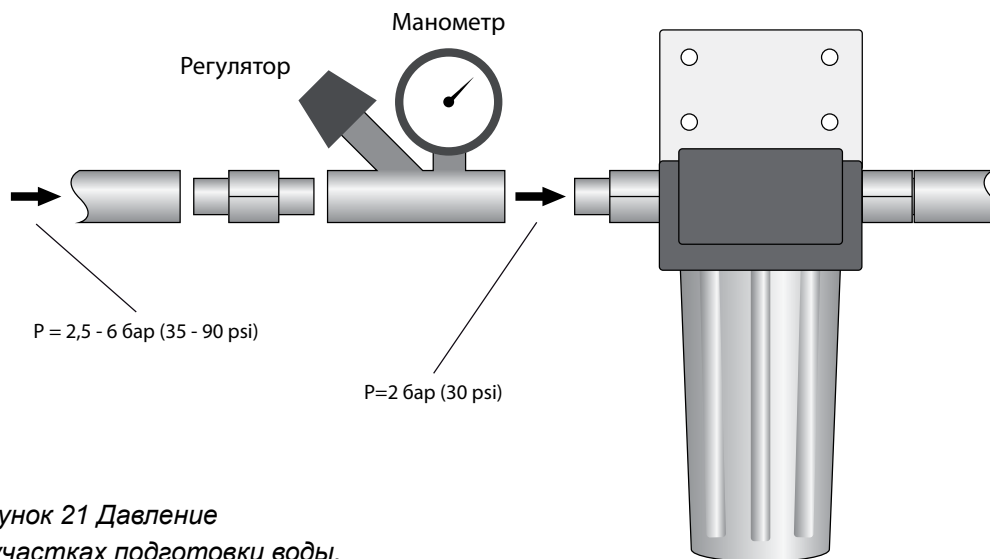

Рисунок 21 Давление на участках подготовки воды.
- Давление воды, подаваемой на вход системы увлажнения (на регулятор давления перед входом модуля установочных фильтров или входом модуля внешнего микрокарбонового фильтра) должно находиться в интервале от 2,5 до 6 бар / 0,25 - 0,6 МПа (от 35 до 90 psi). Рисунок 21